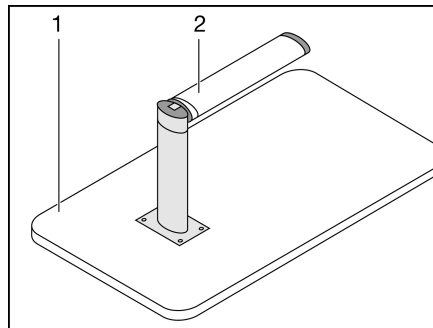

Bild 53 Bettunterbau
- Die Tischplatte (Bild 53,1) vorne ca. 45° anheben.
- Den unteren Teil des Gelenkstützfußes (Bild 53,2) nach unten ziehen und um 90° umklappen.